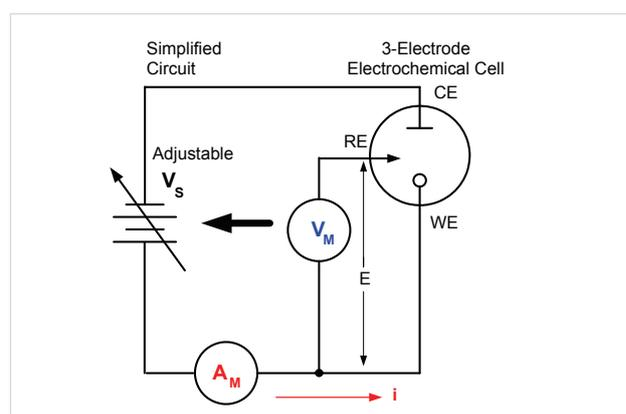

图 1 - 循环伏安法测试的简化电路
循环伏安法 (简称 CV) 是一种电位扫描法，是最常用的电化学测量技术，通常使用 3 电极的蓄电池。图 1 展示了一个典型的电化学测量电路，它由蓄电池、可调电压源 (V_S)、电流表 (A_M) 和电压表 (V_M) 组成。蓄电池的三个电极分别是工作电极 (WE)、参比电极 (RE) 和对电极 (CE)。用于电位扫描的电压源 (V_S) 在 WE 和 CE 之间施加。用电压表测量 RE 和 WE 之间的电位 (E)，并调整总电压 (V_S) 以保持 WE 相对于 RE 的所需电位。用电流表 (A_M) 测量流入或流出 WE 的所得电流 (i)。